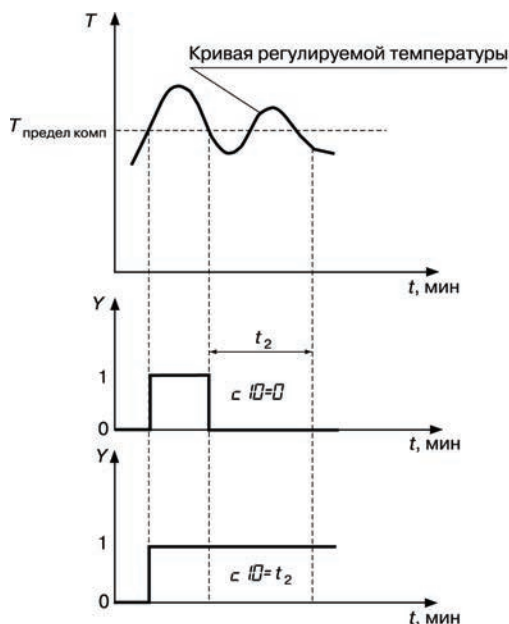

Рисунок 3.20 – Задержка отпускания компаратора: компаратор "не отпустил"
- если время нахождения управляемой величины ниже установленного предела после срабатывания компаратора меньше t_2 (установленного времени задержки отпущения компаратора), то отпущения не происходит (рисунок 3.20);